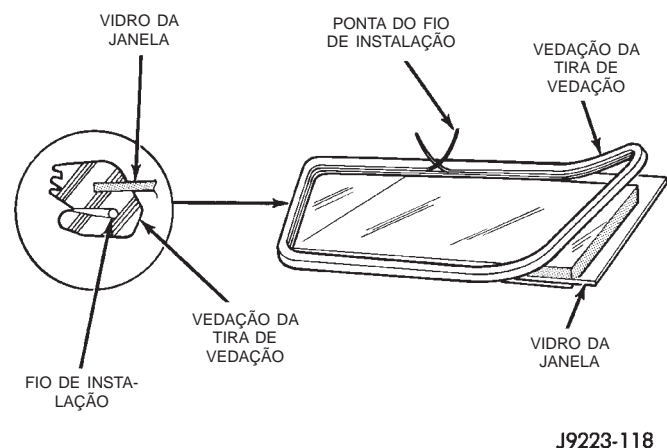
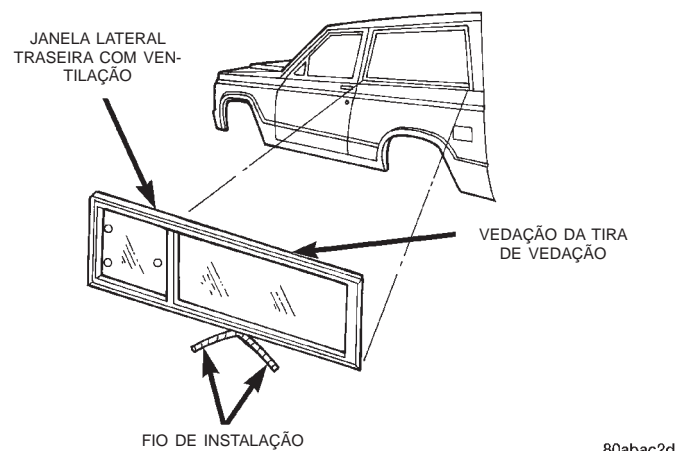
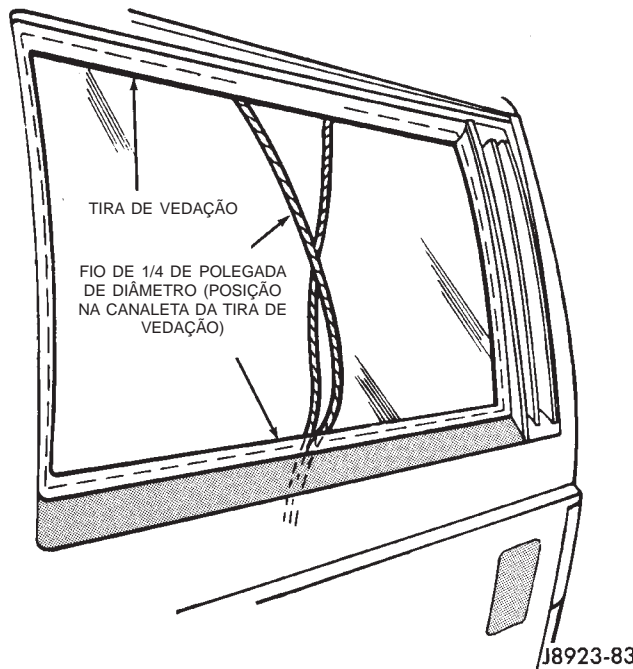

Fig. 9 Instalação da Vedação da Tira de Vedação e do Fio
Fig. 10 Janela Lateral Traseira com Ventilação
Fig. 11 Instalação do Vidro e da Vedação da Janela Lateral Traseira
(3) Instale a tira de vedação no vidro da janela. Instale o fio de instalação da vedação na canaleta do flange da abertura da janela (Fig. 9) da seguinte maneira:
- (4) Aplique um filete de selador de 6 mm (1/4 pol.) de diâmetro nos flanges da abertura da janela.
- (5) Nos veículos de duas portas, aplique um filete de 3 mm (1/8 pol.) de diâmetro de selador no fechamento entre o aplique do painel lateral traseiro e a coluna da tampa traseira.
(6) Posicione o vidro da janela lateral traseira e a vedação da tira de vedação na abertura da janela (Fig. 10) com as pontas livres do fio para dentro do veículo (Fig. 11).
(7) Puxe as pontas do fio para que a borda da canaleta da vedação da tira de vedação passe por cima dos flanges da abertura da janela.
(8) Verifique se há vazamento de água no quebra-vento.
(9) Instale a capa do acabamento interior.
(10) Se o veículo for equipado com moldura de batente da janela lateral traseira, instale-a.